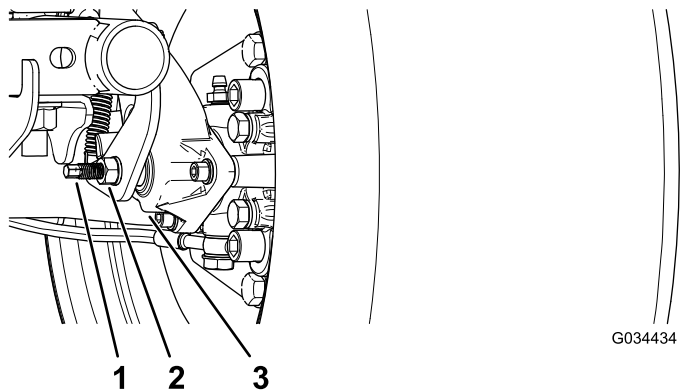

図 51
3. レンチを2本使用し、1本のレンチでキャリパの調整ポストが回らないように保持しながら、もう1本でジャムナットを 1/4 回転ゆるめる 図 51。
4. 調整ポストとジャムナットを保持した状態で、調整ポストを回して締め付ける 図 51。
5. 調整ポストとジャムナットを保持した状態で、1/4 回転だけでもどす 図 51。
6. 調整ポストとジャムナットを保持した状態で、ジャムナットを締め付ける 図 51。